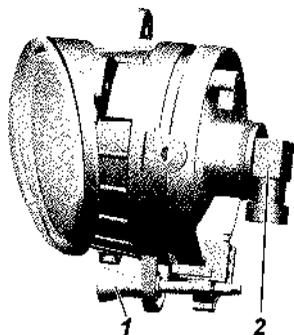
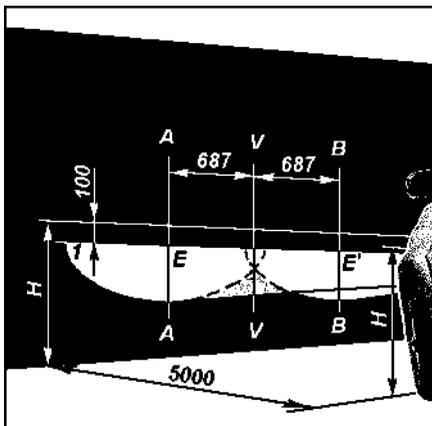

Рис. 9.33. Противотуманная фара:
Рис. 9.34. Разметка экрана для регулировки противотуманных фар:
**Противотуманные фары.** Регулировка противотуманных фар осуществляется винтом 1 (рис. 9.33) при помощи ключа S=5 или Torx T20. Установите фару в положение, при котором светотеневая граница совпадает с линией 1 (рис. 9.34).
Для замены ламп противотуманных фар отсоедините колодку жгута проводов 2 ( рис. 9.33) от лампы, поверните против часовой стрелки и выньте лампу.